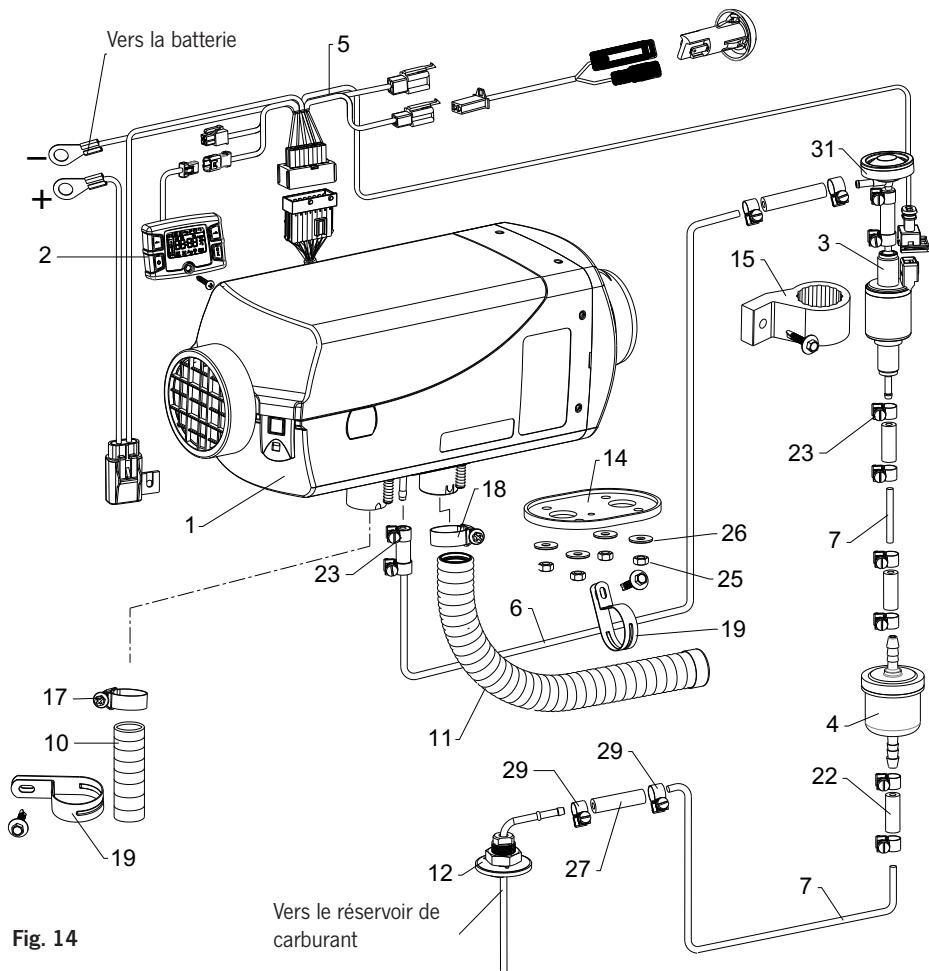

Fig. 14
32. VanHeat 4.0-DH | Informations sur le produit | Liste de pièces de rechange (voir Fig. 14)